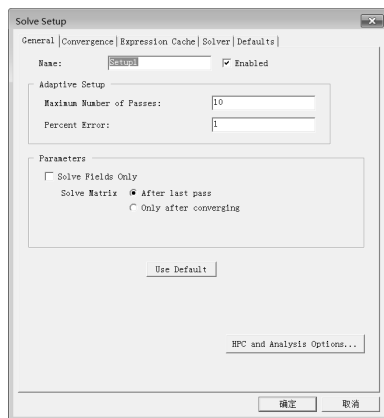

图 19-88 求解器设置
Step5：此时弹出如图 19-88 所示的“求解器设置”对话框，保持默认设置，单击“确定”按钮。